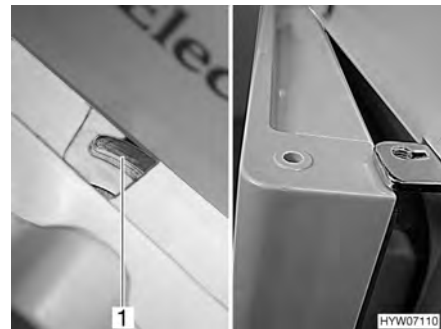

Fig. 145 Porta del frigorifero in posizione di ricircolo dell'aria (serie Dometic 7)
- Spostare il dispositivo di bloccaggio completamente verso destra. La porta del frigorifero è bloccata con l'aiuto dell'arresto della porta (Fig. 145,1). In questo modo la porta del frigorifero rimane ferma in posizione socchiusa (Fig. 145).